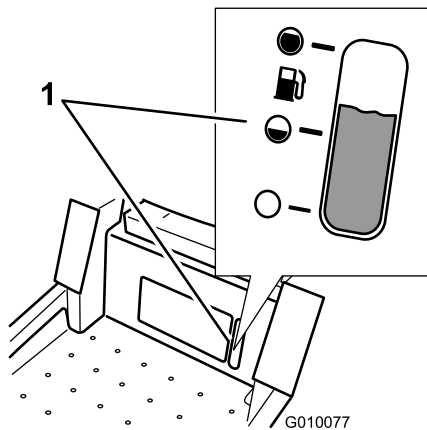

Figura 11
Utilize a janela de combustível por baixo do operador para verificar o nível de gasolina antes de encher o depósito (Figura 11).
**Nota:** Pode utilizar a janela do combustível por baixo da posição do operador para verificar a presença de gasolina antes de encher o depósito (Figura 11).